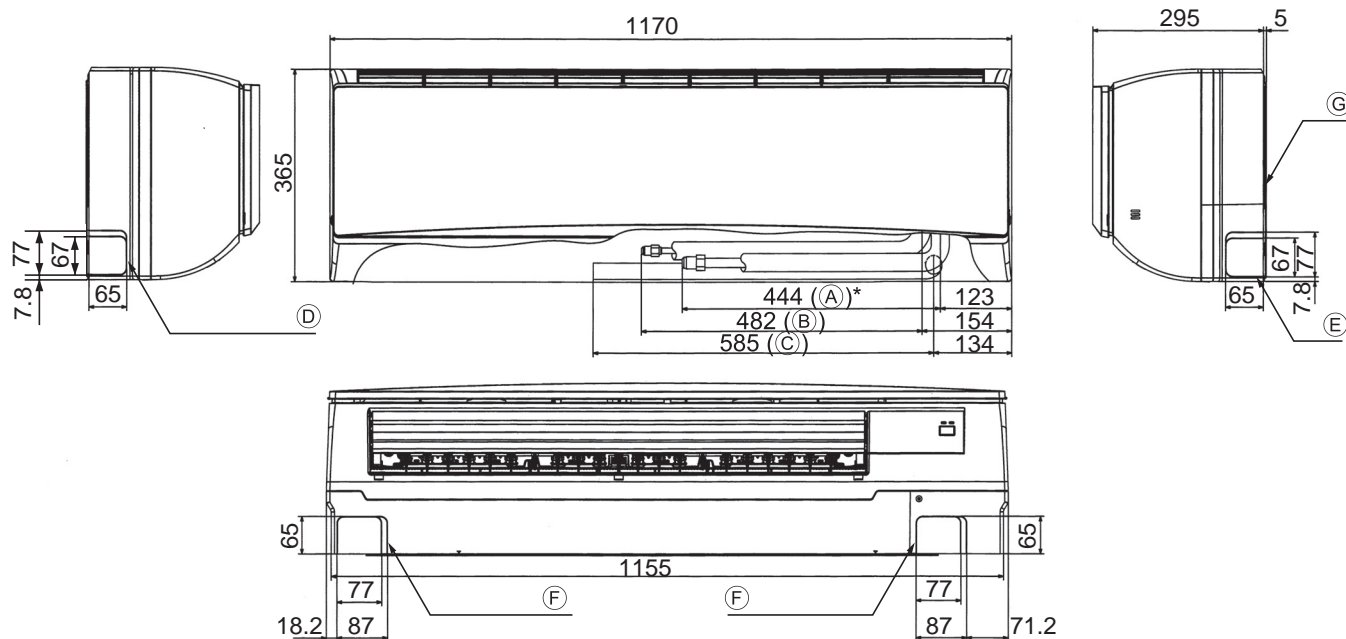

Fig. 4-2
4.2. Mise en place des tuyaux de réfrigérant et d'écoulement (Fig. 4-2)
- (A) Conduit de gaz * Indique la condition les accessoires montés.
- (B) Conduit de liquide
- (C) Tuyau d'écoulement
- (D) Orifice de la rondelle du tuyau gauche
- (E) Orifice de la rondelle du tuyau droit
- (F) Orifice de la rondelle du tuyau inférieur
- (G) Plaque d'installation ①